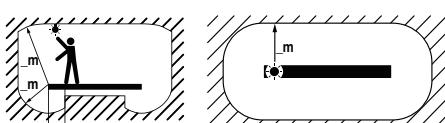

fig. 2 (図2)
- 5 アイコン(図2)に示されている通りに照明とその照明が照らす物との最短距離を必ず測って注意してお使いください。
- 26 手の届く範囲に設置しない：照明は手が届く所に設置してはいけません(図2)